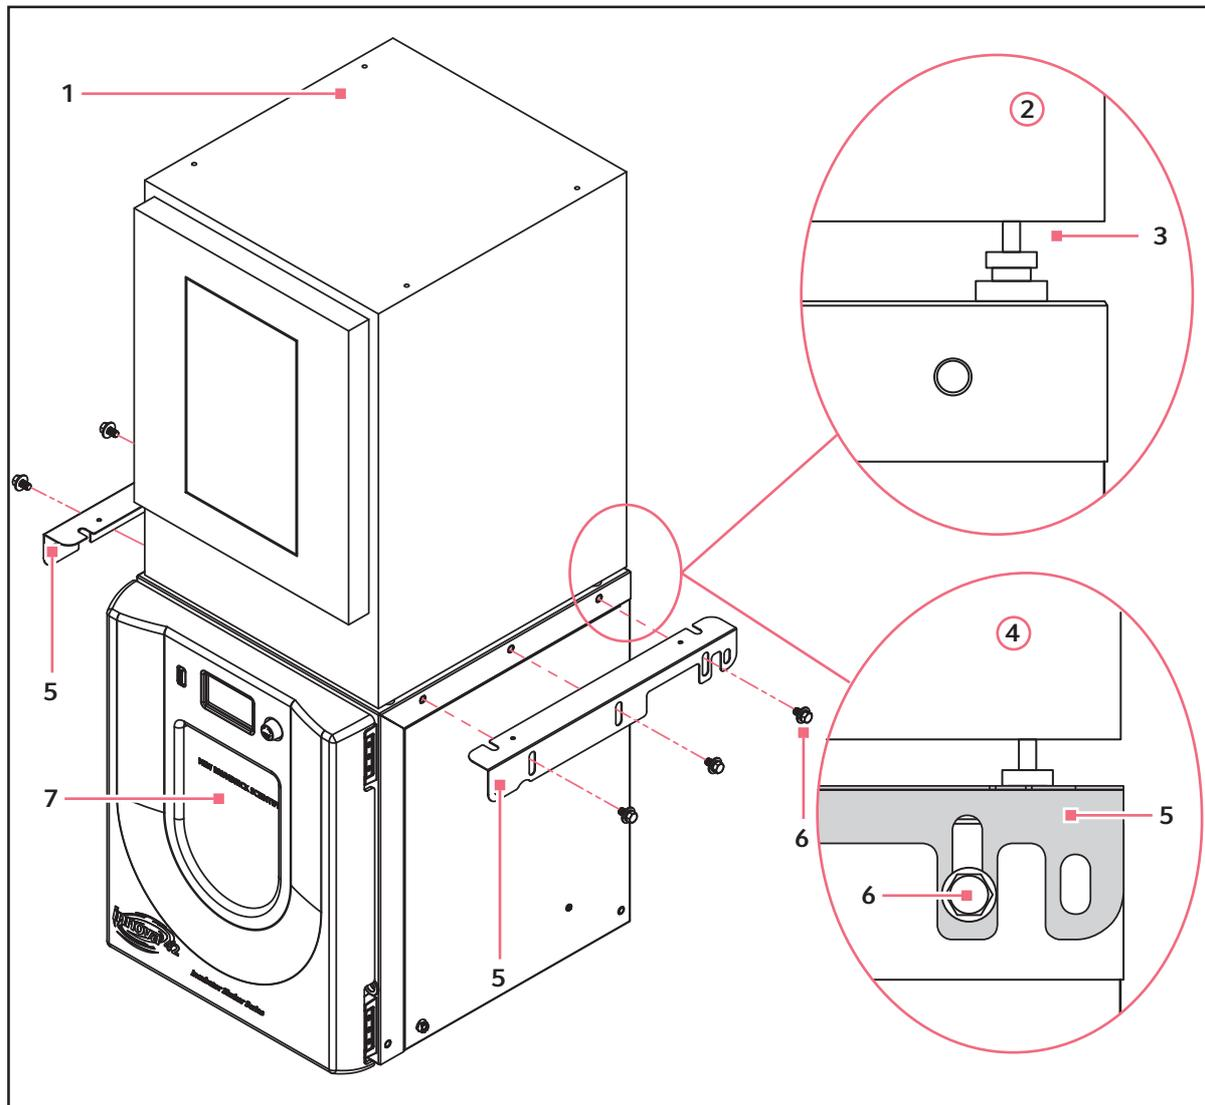

Abb. 4-10: Innova 4200/4230 auf Innova 42/42R stapeln
3. Setzen Sie den Innova 4200/4230 wie unten abgebildet mit Hilfe eines Hubwagens oder einer anderen geeigneten Vorrichtung mittig auf den Innova 42/42R, so dass beide Geräte in die gleiche Richtung zeigen (siehe Abb. 4-10 auf S. 42).